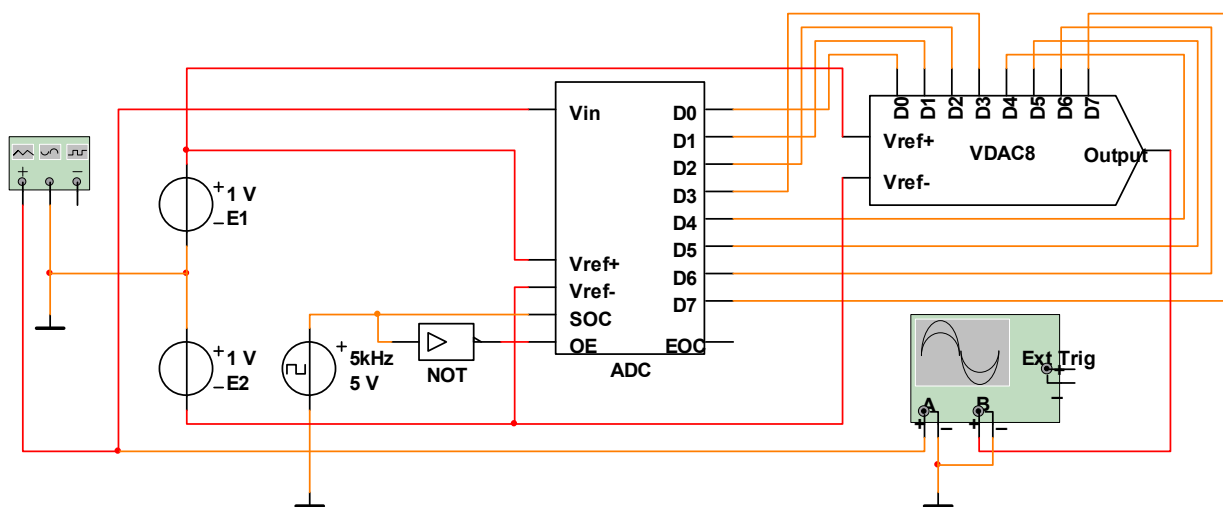

Рис.14.5
14.2.10. Для изучения совместной работы АЦП и ЦАП при переменном входном напряжении и зависимости погрешности преобразования от частоты тактового генератора соберите схему, приведенную на рис.14.5. Включение двух источников опорного напряжения E1 и E2, присоединенных к схеме подобным образом, дает возможность произвести сдвиг уровня входного двухполярного напряжения и выполнить аналого-цифровое преобразование полученного однополярного сигнала.